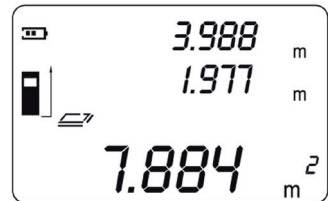

Abb. 10
7. Nochmals die Read-Taste betätigen, um den Flächeninhalt in der untersten Zeile des Displays anzuzeigen; die Breite wird gleichzeitig in der zweiten Zeile angezeigt (Abb. 10).